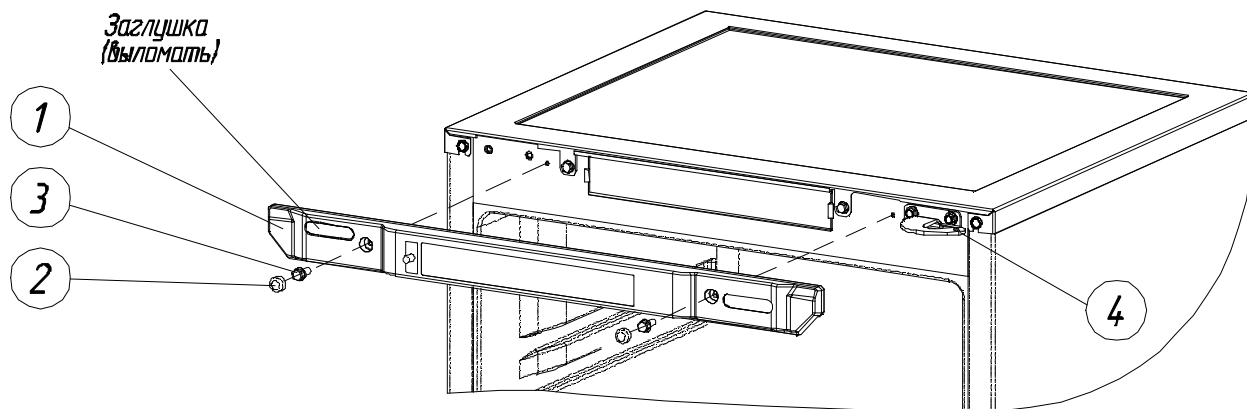

Рис. 2. Расположение узлов передней панели
3. Снять переднюю панель (рис. 2), для этого:
- 3.1. Снять колпачки (поз. 2, рис. 2).
- 3.2. Выкрутить винты (поз. 3, рис. 2).
- 3.3. Снять переднюю панель (поз. 1, рис.2) с верхнего кронштейна (поз. 4, рис.2).
- 3.4. Выломать заглушку (рис. 2)
7. Надеть переднюю панель (поз. 1, рис.2) на верхний кронштейн (поз. 4, рис.2).
7.1. Панель закрепить винтами (поз. 3, рис. 2).
7.2. Надеть колпачки (поз. 2, рис. 2).